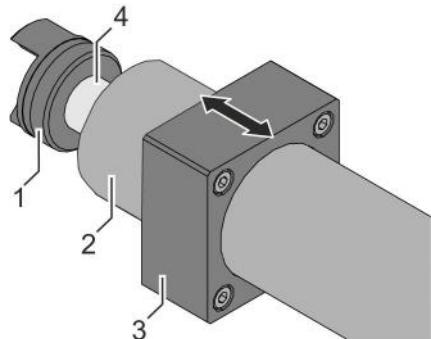

Fig. 26: Montar el eje de sincronización
6. → Deslice sucesivamente los siguientes componentes sueltos sobre el tubo de acero (Fig. 26/4):
- 2 bujes de sujeción (Fig. 26/1)
- Tubo protector (Fig. 26/2)
- 2 bridas adaptadoras (Fig. 26/3)
7. → Posicione el tubo de acero (Fig. 26/4), con los componentes sueltos, entre los bujes atornillados de ambas unidades lineales.